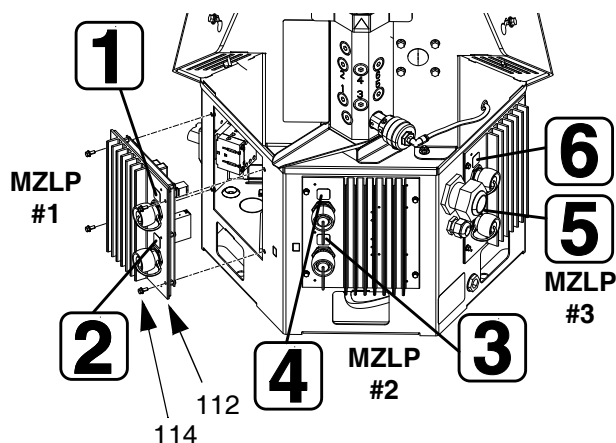

FIG. 45
2. Ta bort elskåpets åtkomstlucka (10).
3. Koppla från de uppvärmda slangarnas elkontakter från utsidan på MZLP (112).
4. Notera platsen för varje kabel, koppla sedan ur alla kablarna från MZLP (112) som ska bytas ut. Se FIG. 45.
5. Skruva bort de fyra skruvar (114) som fäster MZLP (112) i elskåpet (1) och ta sedan försiktigt ut MZLP ur den elektriska kapslingen. Se FIG. 45.
6. Byt ut MZLP. Se FIG. 45 för att identifiera MZLP #1, MZLP #2, och MZLP #3.
- b. Byta ut MZLP nr 3: Ta bort hopparen (135) från J5-anslutningen på MZLP nr 3 och installera om den på J5-anslutningen på den nya MZLP nr 3.
2. Märk ut kanaler på ny MZLP med klistermärken. Se FIG. 45.
3. Använd fyra skruvar (114) för att installera MZLP (112) i den elektriska kapslingen (1).
4. Anslut kablarna till MZLP (112).